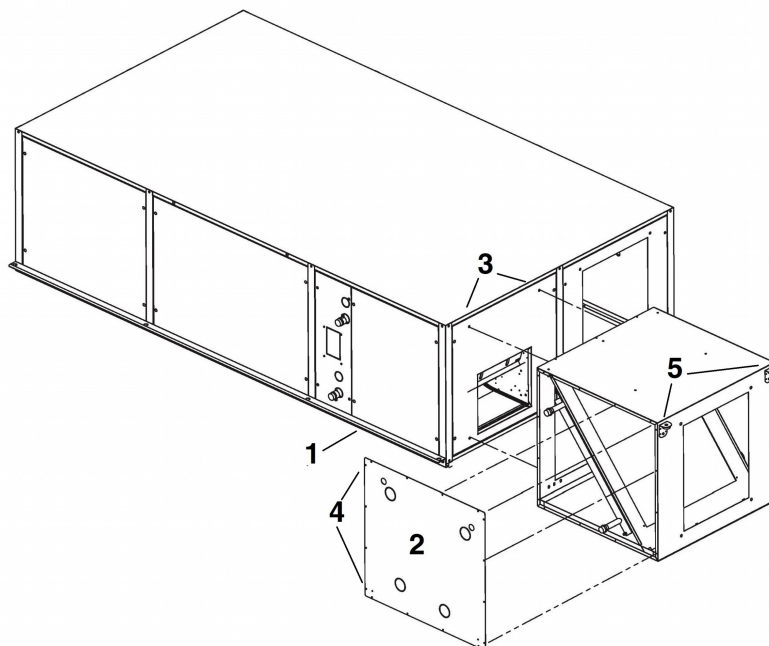

Fig.9
**POSIZIONAMENTO (Fig. 9)**
- La sezione con batteria ad acqua deve essere posizionata di fronte alla bocca di mandata della macchina. Il collettore contrassegnato dall'etichetta "USCITA ACQUA" deve trovarsi dal lato della macchina (1).
- Rimuovere il pannello laterale della sezione con batteria ad acqua, svitando le viti di fissaggio (2).
- Avvitare parzialmente le viti M8 negli inserti presenti ai vertici della bocca della macchina (3).
- Agganciare la sezione con batteria ad acqua alla macchina facendo passare la testa delle viti sporgenti attraverso i fori a chiave e spingere verso il basso la sezione, in modo tale che la testa della vite risulti bloccata nella parte superiore del foro a chiave. Accedere alle 4 viti di fissaggio dal fianco della sezione e serrarle (4).
- Fissare nuovamente il fianco della sezione (2).
- In alternativa il modulo può essere installato lungo un tratto di canale rettilineo: in questo caso utilizzare tutte le 4 staffe di fissaggio con antivibrante per assicurare il modulo al soffitto (5).
**FISSAGGIO A SOFFITTO (Fig. 9)**
- Fissare alla sezione le staffe fornite a corredo, mediante viti M8 da avvitare negli appositi inserti (5).
**POSITIONING (Fig. 9)**
- The section with water coil must be positioned in front of the machine flow vent. The collector marked by the "WATER OUTLET" label must be at the side of the machine (1).
- Remove the side panel of the section with water coil, loosening the screw fasteners (2).
- Partially tighten the 4 M8 screws into the inserts present at the tops of the machine event (3).
- Hitch the section with water coil to the machine, passing the head of the projecting screws through the holes and push the section down, in a way that the head of the screws is blocked in the upper part of the hole. Access the 4 screw fasteners from the side of the section and tighten them (4).
- Fix the side of the section again (2).
- Alternatively the module can be installed in a straight duct section: in this case use the all four anti vibration mounts to anchor the module to the ceiling (5).
**CEILING FIXTURE (Fig. 9)**
- Fix the supplied brackets to the section using the 4 M8 screws to be tightened in the relevant inserts (5).